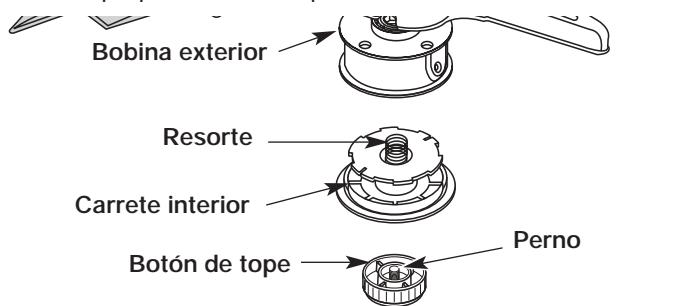

Fig. 27
2. Saque el carrete interior de la bobina exterior (Fig. 27).
3. Saque el resorte del carrete interior (Fig. 27).
- Sostenga la bobina exterior con una mano y desenrosque el botón de tope en sentido antihorario (Fig. 27). Inspeccione el perno dentro del botón de tope para verificar que se mueva con libertad. Cambie el botón de tope si está dañado.
- Saque el carrete interior viejo de la bobina exterior (Fig. 27).
- Saque el resorte del carrete interior viejo (Fig. 27).